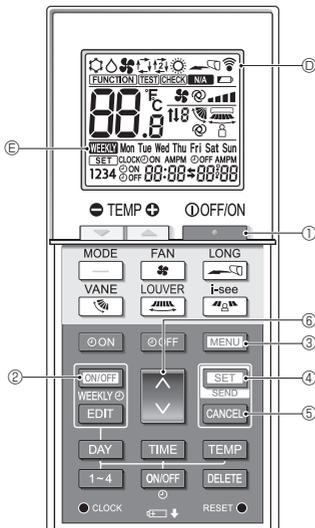
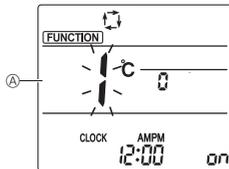
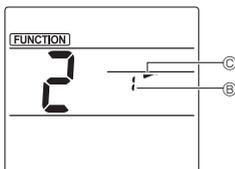
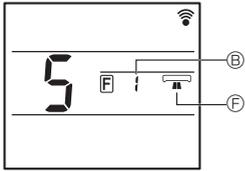

Fig. 5-1
Fig. 5-2
Fig. 5-3
Fig. 5-4
(Fig. 5-1, Fig. 5-2)
<Transmission des réglages> (Fig. 5-1)
- Alors que l'écran de fonctionnement de chaque fonction est affiché, appuyez sur la touche ③ ou ⑤.
- Appuyez sur la touche ③.
5.1. Réglage de la direction du flux d'air fixe (Fig. 5-1, Fig. 5-3, Fig. 5-4)